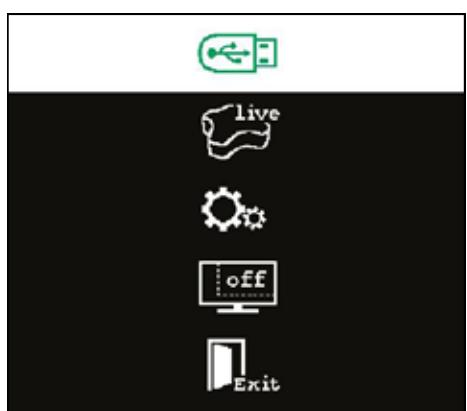
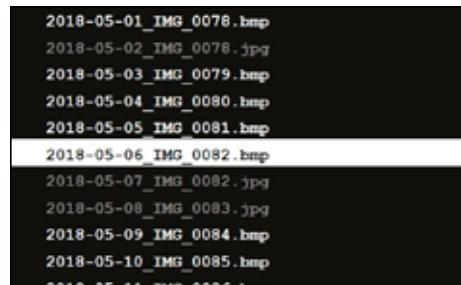

Рис. 20
Рис. 21
- ⇒ В главном меню Split Screen (рис. 20) или подменю Split Screen (рис. 21) выбрать USB-накопитель.
- ⇒ В подменю Split Screen (рис. 21) выбрать запись скриншота.